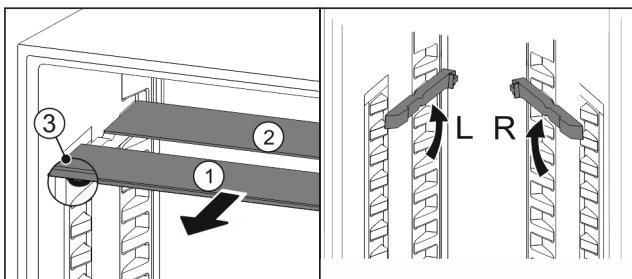

Fig. 81
- По одной извлеките Fig. 81 (1) стеклянные панели движением вперед.
► Стеклянная панель Fig. 81 (1) с декоративной планкой лежит спереди.
► Стопоры Fig. 81 (3) показывают вниз.